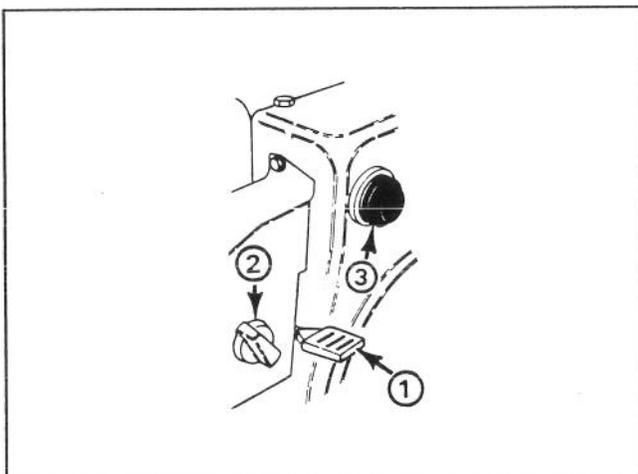

Figure 13
Commande des gaz (Fig. 13) — Levez la commande des gaz pour augmenter la vitesse du moteur.
Starter (Fig. 13) — Mettez-le en position EN SERVICE maximale pour faire démarrer un moteur à froid. Lorsque celui-ci commence à se réchauffer, ramenez progressivement le starter vers la position HORS SERVICE.
Commande d'amorçage (fig. 13) — Appuyez sur cette commande pour pomper une petite quantité d'essence dans le moteur afin d'aider au démarrage par temps froid.
4. Amenez le starter en position ON (Fig. 13).
8. Lorsque le moteur est en marche, réduisez immédiatement le starter de trois quarts de position (fig. 13); laissez le moteur se réchauffer, puis descendez le starter à mi-course, et enfin en position HORS SERVICE. Si le moteur broute, remettez-le à mi-course. Lorsqu'il a suffisamment chauffé, redescendez sur la position HORS SERVICE.